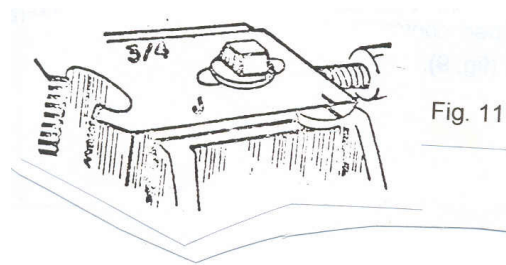

Fig. 11
- c) Verifique as referências nos cossinetes e no corpo da tarraxa para dar simetria na abertura. (fig. 11).